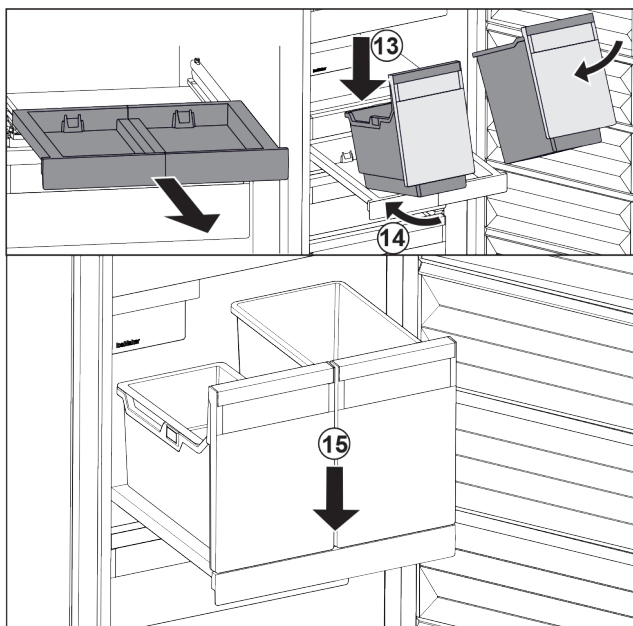

Fig. 29
- ▶ Поставете съда под ъгъл върху изтеглящата се дъска. Fig. 29 (13)
- ▶ Вкарайте съда под ъгъл назад. Fig. 29 (14)
- ▶ Спуснете съда отпред. Fig. 29 (15)